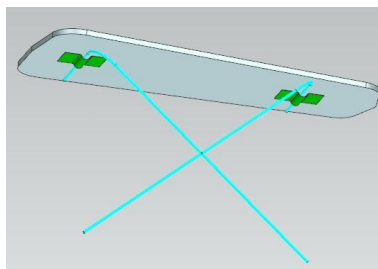
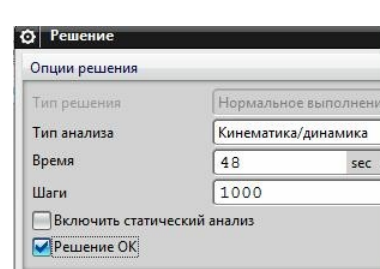
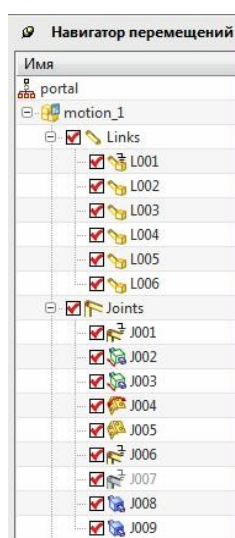
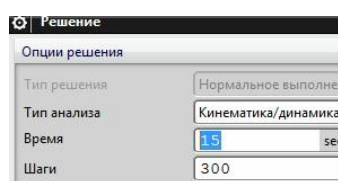

рис.51
рис.52
рис.54
рис.55
•**Вариант 1а:** из директории Films запустите AVI фильм под названием *movie\_Raskladushka* (рис.51). Повторите эту конструкцию и выполните анимацию механизма – изменение высоты гладильной доски путем перемещения её ножек. Пример несложный, поэтому состав *Навигатора перемещений* определите самостоятельно. Рекомендуемое время расчета показано на рис.52.
•**Вариант 2а:** из директории Films запустите AVI фильм под названием *movie\_Razn\_osi* (рис.51). Повторите эту конструкцию и выполните анимацию механизма – передача вращения при изменении положения осей сопрягаемых колес. Возможный состав *Навигатора перемещений* представлен на рис.54. Рекомендуемое время расчета показано на рис.55.
штанга должна повторять траекторию канавки. Возможный состав *Навигатора перемещений* представлен на рис.57. Рекомендуемое время расчета показано на рис.55.